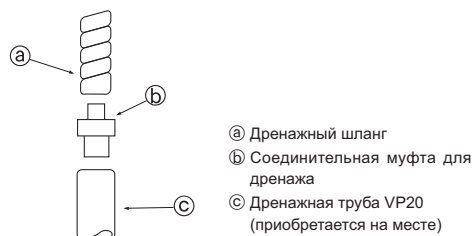

Fig. 5-1
5.1. Прокладка дренажных труб (Fig. 5-1)
- При подсоединении к VP20, воспользуйтесь специальной дополнительной принадлежностью - соединительной муфтой для дренажа ②. Для предотвращения утечек надежно прикрепите муфту к трубе с помощью клея типа ПВХ.